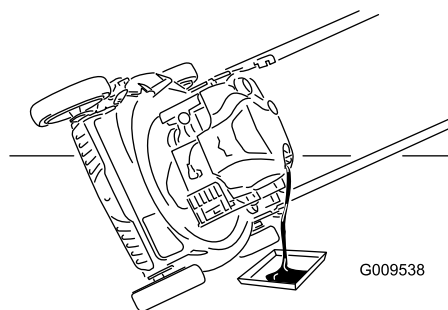

Figura 23
7. Coloque la máquina de lado con la varilla de aceite hacia abajo para drenar el aceite usado a través del tubo de llenado al recipiente (Figura 23).